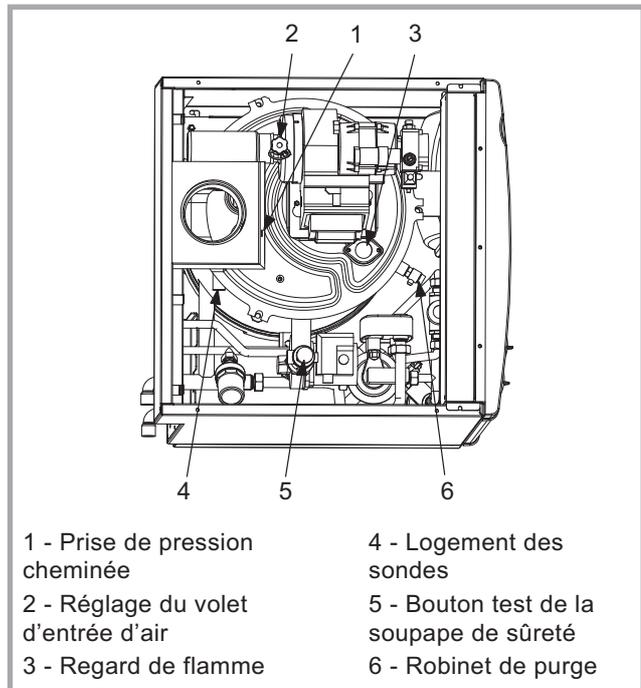

Figure 13
- Purger le corps de chauffe (rep. 6, fig 13).